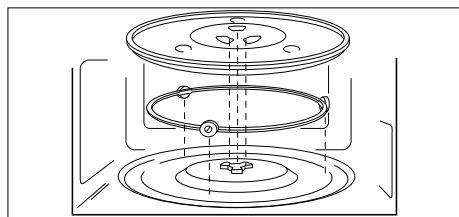

Fig. 4 – Installation du plateau tournant en verre
- ▶ Placez l'anneau à roulettes dans le renforcement prévu dans le four à micro-ondes, puis posez le plateau tournant en verre au centre sur l'arbre d'entraînement (voir « **Fig. 4 – Installation du plateau tournant en verre** ») de façon à ce que les barrettes du plateau tournant en verre se placent entre les branches de l'arbre d'entraînement.